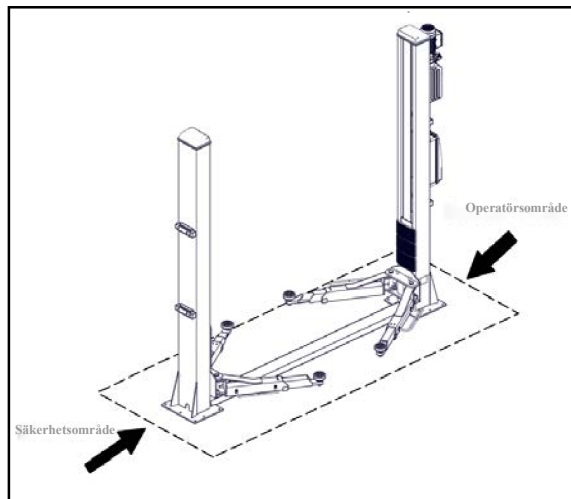

Fig. 8 Arbetsområde
- ◆ Personer vilar inom säkerhetsområdet medan fordonet lyfts. (**Fig. 8**)